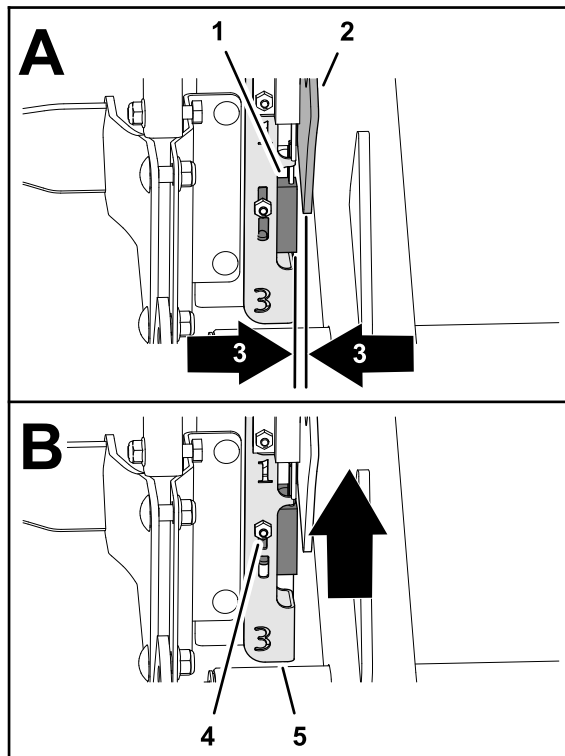

Figura 33
3. Verificate che il gruppo dell'interruttore di prossimità (fuori dal telaio ad H) non si trovi a una distanza di oltre 1,5 mm dalla piastra di misurazione (Figura 33).
5. Se necessario, allentate il dado di bloccaggio e il bullone a testa tonda che fissa la piastra di montaggio dell'interruttore e sollevatela e fissatela alla posizione superiore (Figura 33).
6. Serrate il dado di bloccaggio (Figura 33).